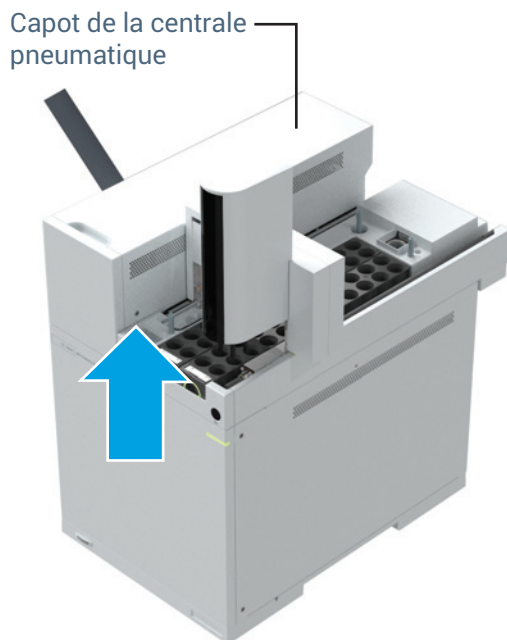

Figure 3. Retrait de la vis Torx T-20 du capot de la centrale pneumatique
- 2 Retirez la vis T-20 fixant le capot en place (**Figure 3**).